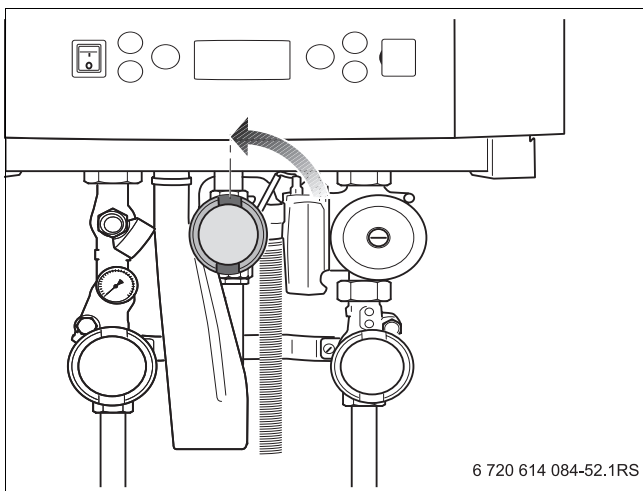

Fig. 38 Deschiderea robinetului de gaz (aici cu setul de racordare)
- ▶ Deschideți robinetul de gaz (→ fig. 38, pagina 38).